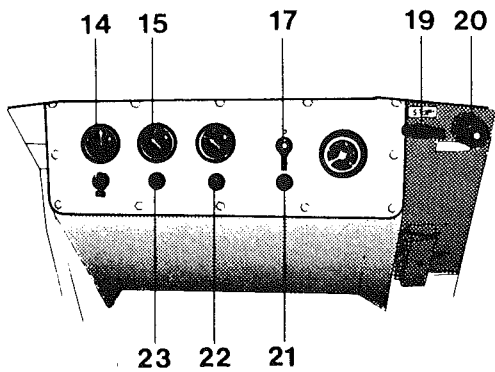

Fig 15
- 1 Cuando el motor está caliente - accionar el mando de velocidad (20), fig. 15, hasta que la velocidad de rotación del motor sea de 2.300 r.p.m. Controlar el cuentarrevoluciones (18). La fricción del mando se ajusta con el anillo de cierre.
- 3 Cuando se pase el rodillo sobre asfalto - conectar la instalación de rociado (9), (10) en ambos tambores con el interruptor respectivo. La cantidad de agua para los tambores se regula individualmente por medio de los botones (12) y (13) en las cajas de regulación. El tambor que queda delante deja automáticamente cierta cantidad de agua sobrante que sirve para el segundo tambor. Este equilibrio se ajusta con estos botones (12) y (13).